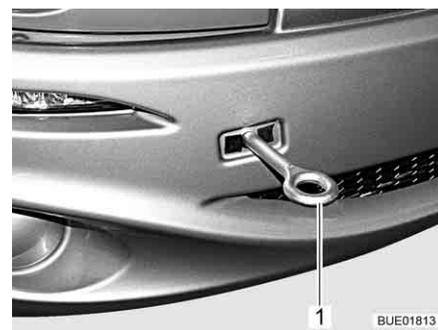

Fig. 51 Occhione di traino, installato
- Montare l'occhione di traino (Fig. 51, 1) come indicato nel manuale di funzionamento del veicolo di base.